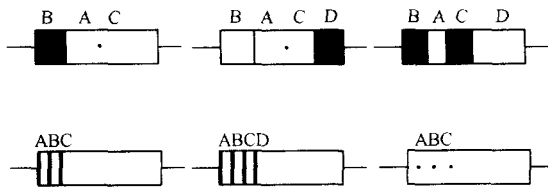

图 1-13 电阻器阻值与误差的色码表示法
• 色码表示法：用不同颜色的色带或色点标识在电阻体的表面上来表示其参数。图 1-13 所示为几种常见的色码表示法。色环、色点所代表的意义见表 1-5。